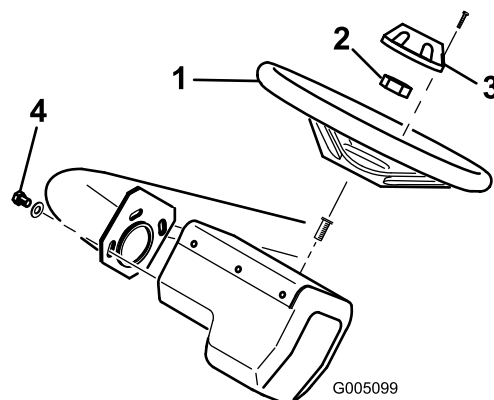

Figura 7
1. Fate scorrere il volante sul piantone dello sterzo e fissatelo con un controdado (Figura 7). Serratelo a 43 Nm.
2. Montate il coprimozzo con l'aiuto della vite (Figura 7).
**Nota:** Per un maggiore comfort dell'operatore, il volante può essere regolato avanti o indietro allentando le tre viti di fissaggio, portando il volante alla posizione desiderata e serrando infine le viti (Figura 7).